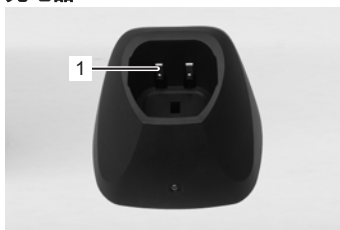

図 22
うまく毛刈りができるように、またバリカンとバリカンヘッドの耐久性を高める為に上下の刃の間に薄いオイルコートを施す必要があります(図22)。
- ▶ 毛刈り中に刃へ十分な潤滑を(15分間隔で)行い、洗い流さないでください(図22)。
刃は、使用前、使用中、使用後に油を塗布する必要があります。バリカンの刃の跡が縞になったり、速度が遅くなる場合は、油が不足しています。バリカンの刃の前面と側面に油を数滴たらしめます(図22の矢印を参照)。余分なオイルは滑らかな布等で拭き取ってください。潤滑スプレーでは良好な潤滑には足りませんが冷却する役割は果たします。怪我を避ける為に損傷した刃は早急に交換してください。